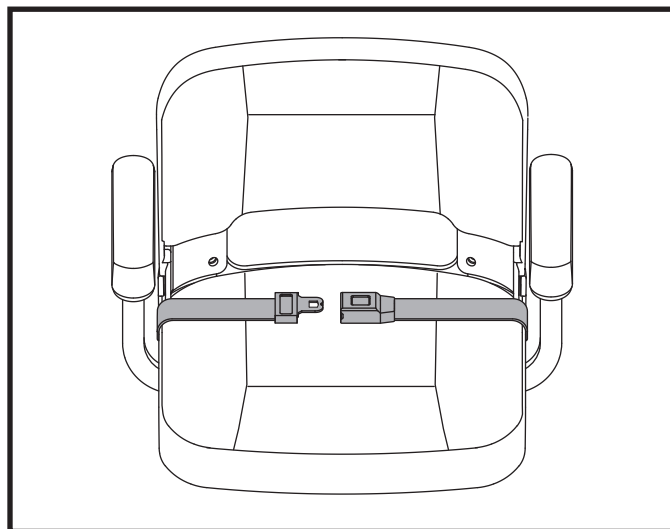

Figure 18. Ceinture de positionnement — De type attache in métal
1. Insérez l'onglet de la ceinture côté droit dans la boucle de ceinture côté gauche jusqu'à ce que vous entendiez le "clic". Voir la figure 18.